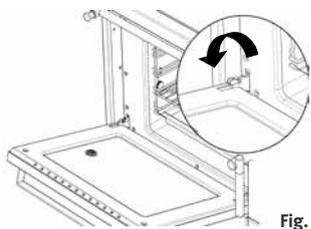

Fig. 36
- Aprire completamente lo sportello del forno, spostare in avanti le clip della cerniera dello sportello (fig. 36).